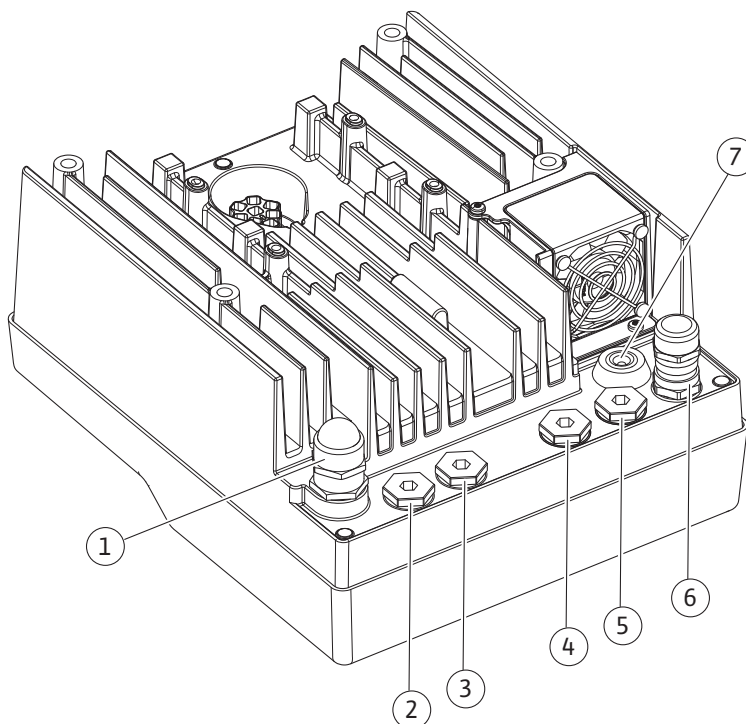

Fig. 10: Káblové priechodky/káblové prípojky
- CIF modul na automatické riadenie budov (komunikácia cez zbernicu): Tienenie sa spojí s káblou priechodkou na elektronickom module (Fig. 10).
4. Pripojovací kábel vedte cez káblovú priechodku M25 (Fig. 10, pol. 1). Uťahnite káblovú priechodku s udaným krútiacim momentom.